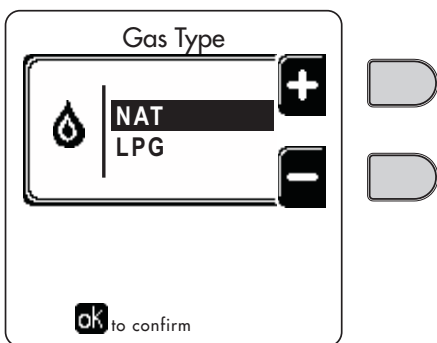

рис. 58 - Выбор типа газа
6. Измените параметр, относящийся к типу газа, выполняя описанные далее действия. Войдите в экранное окно, показанное на рис. 58, выбрав навигацию в меню по следующему маршруту "МЕНЮ ПОЛЬЗОВАТЕЛЯ ➔ Техническое обслуживание ➔ Тестовый режим ➔ Выбор типа газа". Нажмите на контекстные клавиши 1 и 2, чтобы выбрать тип газа. Подтвердите с помощью кнопки OK.